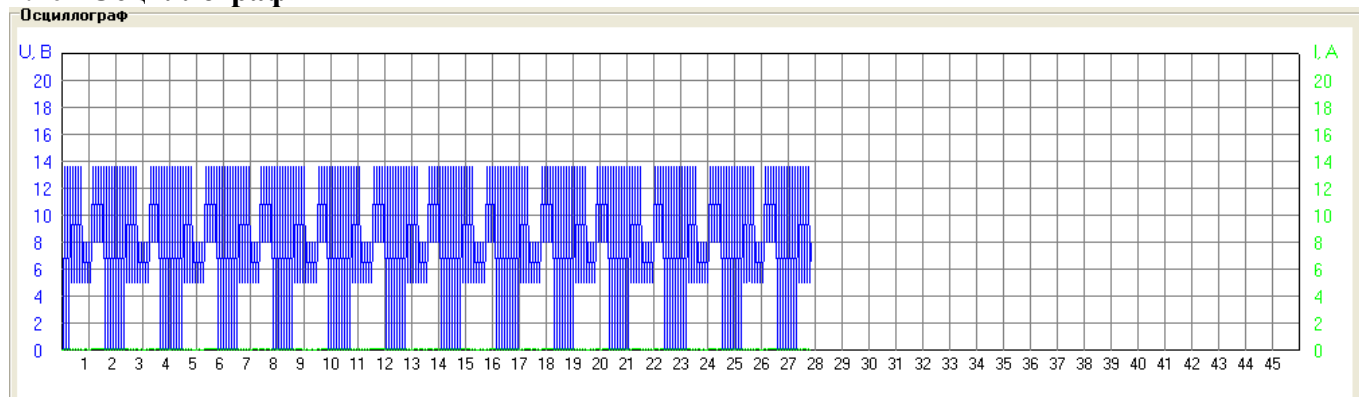

Рисунок 11
7.10.1 В области «**Осциллограф**» (см. рисунок 11) в режиме реального времени выводятся графики напряжения (синим цветом) и тока (зеленым цветом), соответствующие значениям на выходе генератора. Шаг по оси напряжений – 2 В, по оси времени ~ 5 с., по оси тока – зависит от выбранной шкалы (см. п. 7.9). Диапазон отображаемых значений напряжения составляет 0 – 20 В. Таким образом, «осциллограф» является индикаторным устройством, отображающим только общий вид процесса испытаний, но не форму испытательных импульсов.